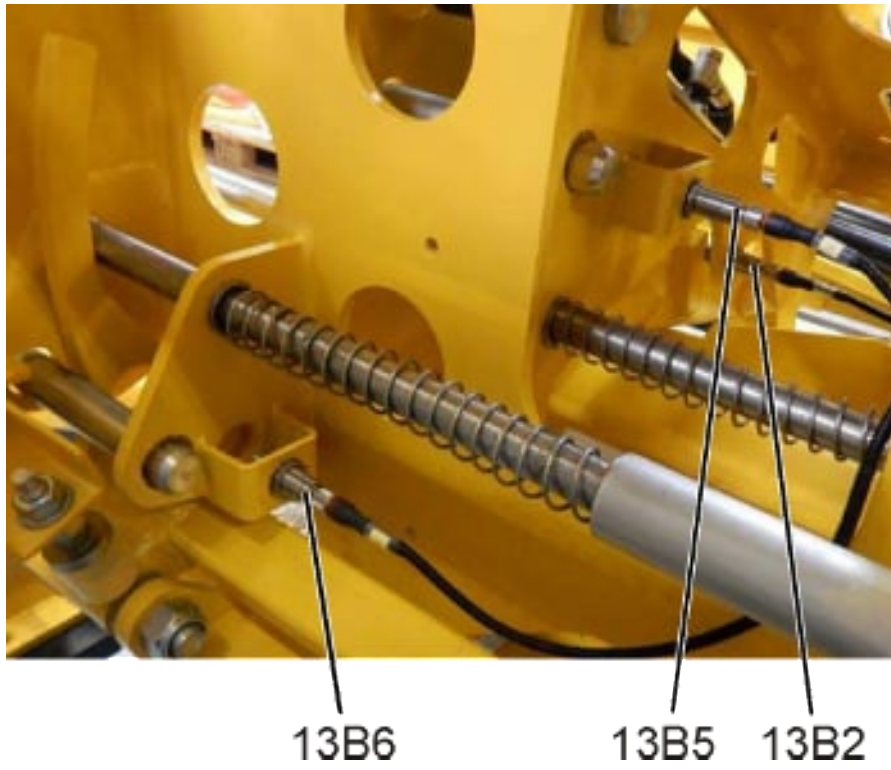

Abb. 5: Sensoren 13B2, 13B5 und 13B6
- 13B2 Abb. 5 - Frontpflug unten
- 13B5 Abb. 5 - Frontpflug verriegelt
- 13B6 Abb. 5 - Spurpflug verriegelt